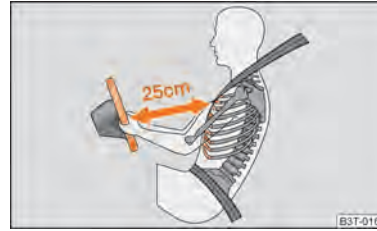

Abb. 146 Sicherer Abstand vom Lenkrad
- Für den Fahrer und Beifahrer ist es wichtig, einen Abstand von mindestens 25 cm vom Lenkrad bzw. von der Schalttafel einzuhalten → Abb. 146. Wenn Sie den Mindestabstand nicht einhalten, kann Sie das Airbag-System nicht schützen - Lebensgefahr! Außerdem müssen die Vordersitze und die Kopfstützen immer der Körpergröße entsprechend richtig eingestellt sein.